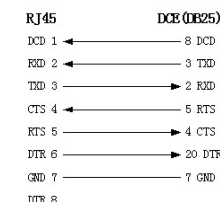

图 3
(3) 取证主机的串口（为 RJ45 口时）与 DCE（如 MODEM）设备连接时，电缆一端为 8 芯 RJ45 插头，另一端为 DB25 针型插头，其对应关系如下面图 3 所示：